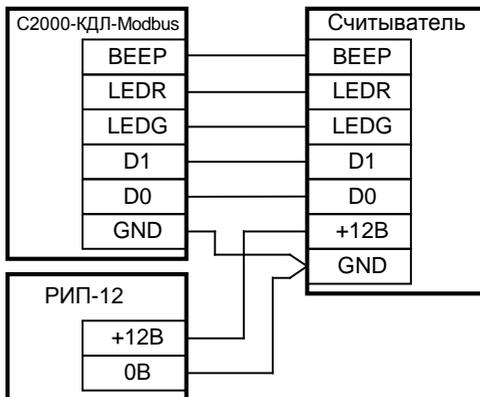

Рисунок 7. Схема подключения считывателей с интерфейсом Wiegand или ABA Track-II
4.3.5 Подключение считывателей с интерфейсом Wiegand показано на рис. 7.